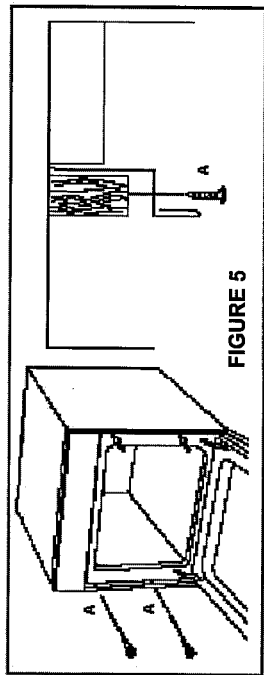

FIGURE 5
- \* Ouvrez la porte du four et fixez le four dans le placard de la cuisine avec quatre vis en bois qui s'adaptent aux trous se trouvant dans les deux côtés du cadre du four (A) (Voir figure 5).